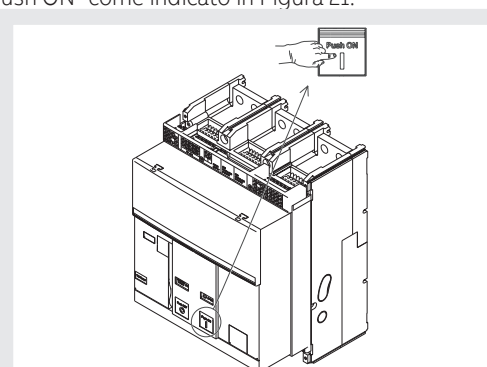

Figura 21
4. Chiusura - Premere il pulsante di chiusura "I - Push ON" come indicato in Figura 21.